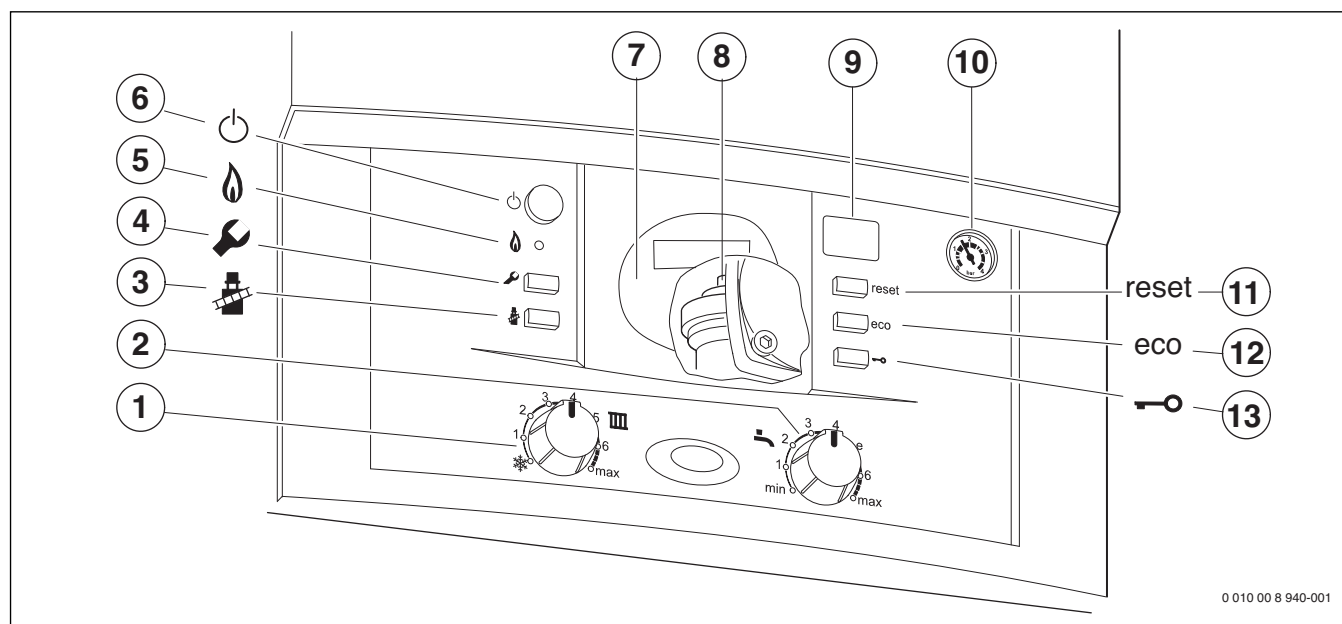

Fig. 38 Vista general del frontal de mandos
- Abrir el purgador automático (→ fig. 38 pág. 28) y volver a cerrarlo una vez realizada la purga.